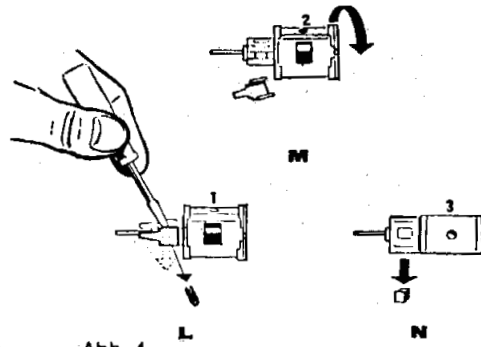

Abb. 4
**Motorbürsten auswechseln (Abb. 4)**
### Koolborstels verwisselen (afb. 4)
Versleten koolborstels na het uitnemen van de motor volgens afb. 4 (**L-M-N**) eruit halen en door nieuwe vervangen. Voorzichtig bij het afnemen van de borstelplaat **L**, opdat de borstelveren niet verloren gaan. Verder toezien dat de contactplaatjes met omgebogen veren weer op dezelfde plaats gemonteerd worden, daar anders de rijrichting verwisseld wordt.